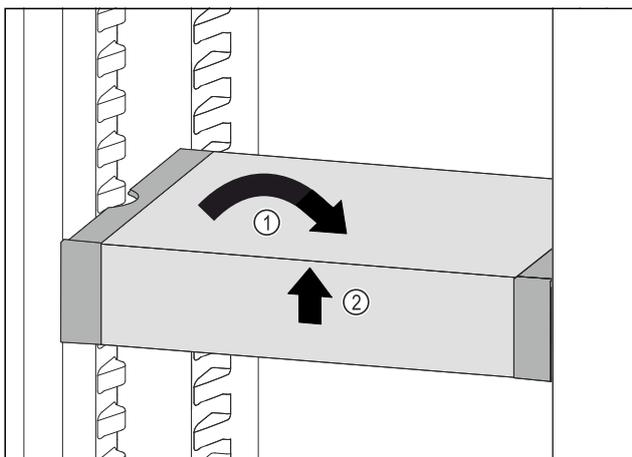

Fig. 76
- Remettre le VarioSafe droit. Fig. 76 (1)
- Soulever la partie avant du VarioSafe. Fig. 76 (2)